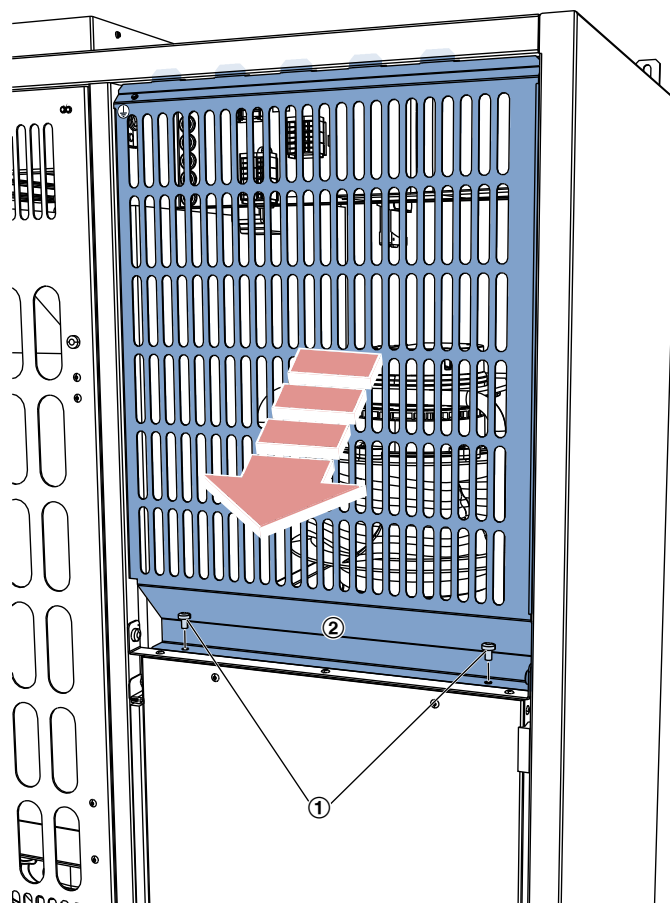

Abb. 11: Schutzgitter demontieren
5. ▶ Schrauben (Abb. 11 /1) lösen und Gitter (Abb. 11 /2) vorsichtig nach vorne-unten herausziehen. Erdungsstecker am Gitter lösen ⚡.